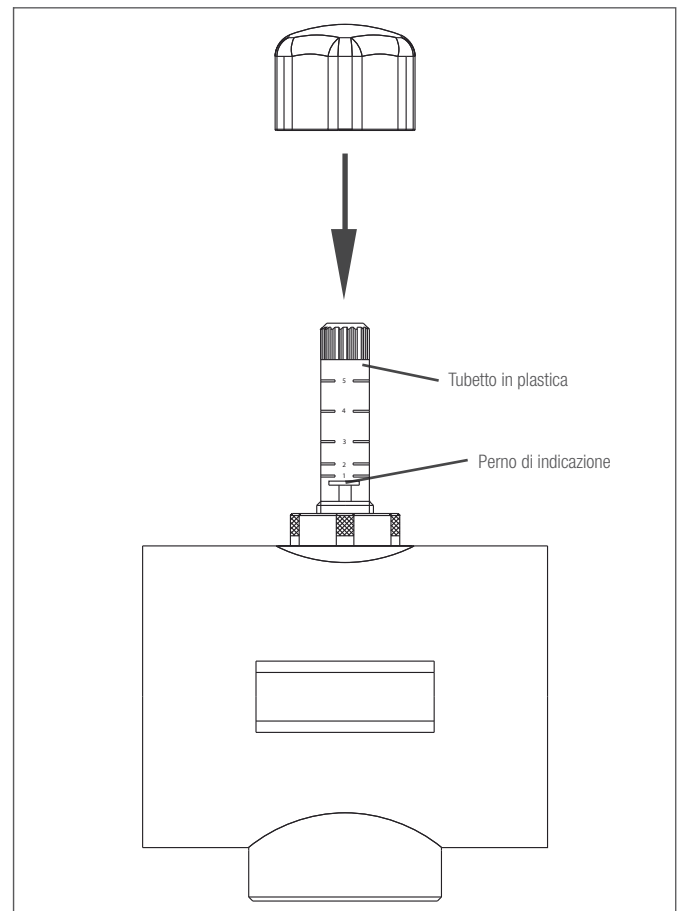

Fig. 13 Manopola del segmento di mandata
2. Regolare la portata volumetrica del primo circuito in base al calcolo del fabbisogno di calore girando il tubetto in plastica trasparente (utilizzare la manopola della valvola di mandata, vedere Fig. 13).